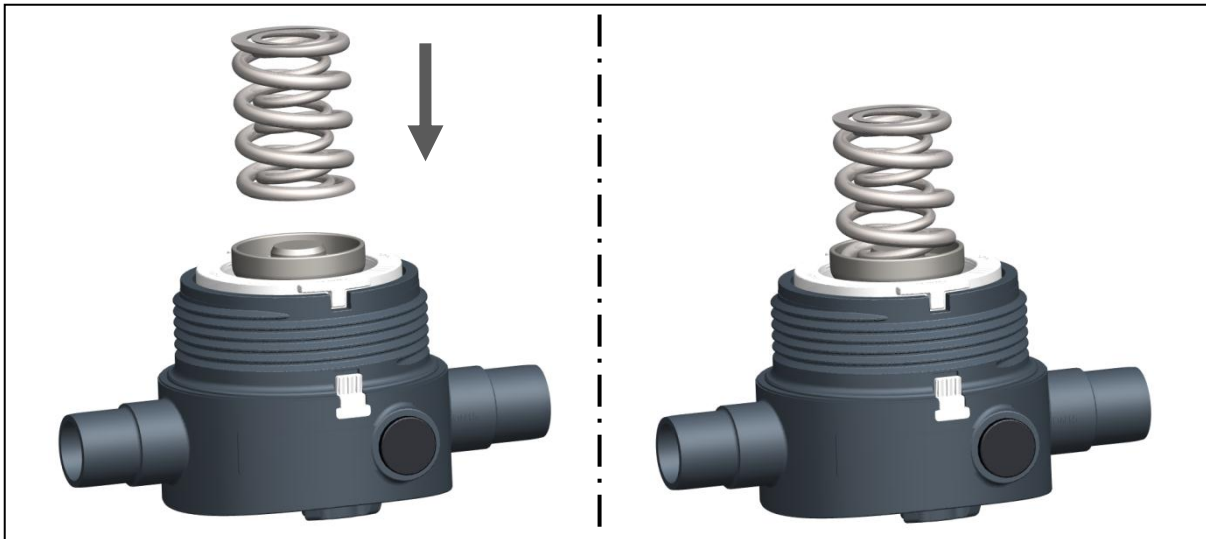

Abb. 15
- ▶ Federn auf Druckstück setzen, siehe Abb. 15